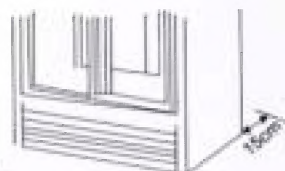

图2
4. 展示柜的后背面与墙面应保持在15cm以上的距离。(图2)